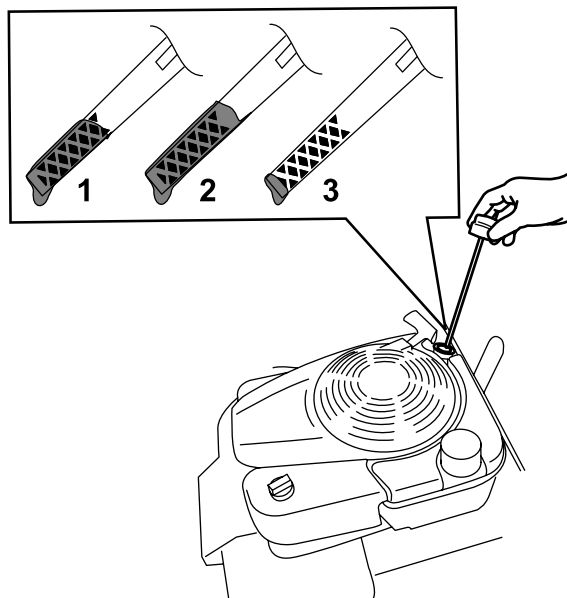

Figure 5
2. Tournez le bouchon dans le sens antihoraire et sortez la jauge (Figure 5).
7. Vérifiez le niveau d'huile indiqué par la jauge (Figure 5).